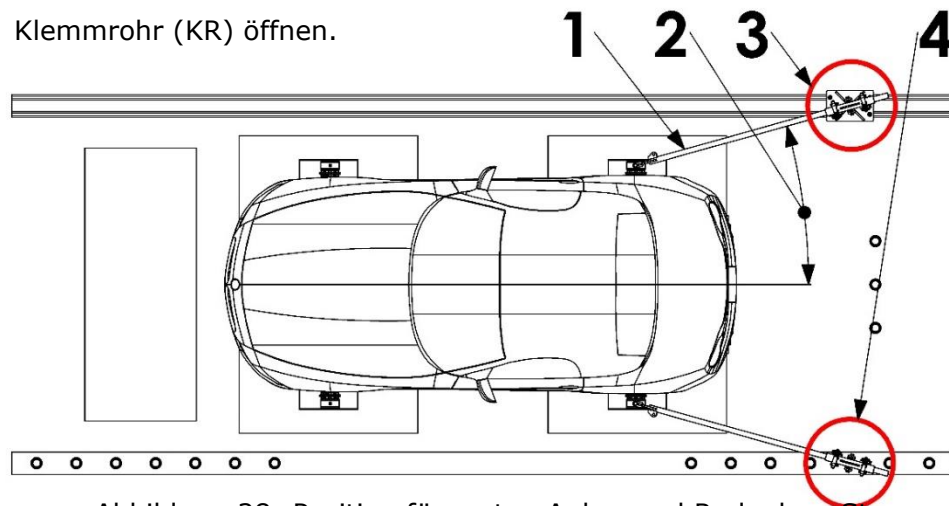

Abbildung 28: Position für ersten Anker und Radnaben-Stange
Hinweis	<p>Bedingungen für erste Ankerposition (Kreis in Abbildung 28: Position für ersten Anker und Radnaben-Stange):</p> <ul style="list-style-type: none"> • Radnaben-Stange verläuft möglichst parallel zur Fahrzeuglängsachse (max. 30°). • Abstand zwischen Anker und Rad: zwischen 1 m und 2 m. <p>Beidseitig des Klemmrohr (KR) muss Sicherungsstift in Bohrung in Radnaben-Stange (RST) passen.</p>